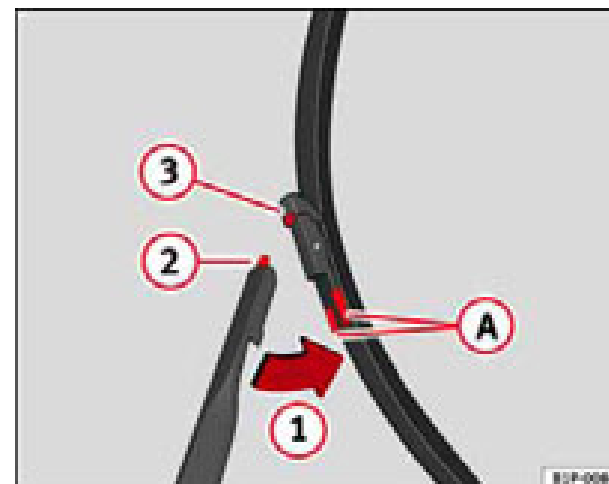

Fig. 141 Cambio de las escobillas del limpiaparabrisas
- Presione las teclas laterales **(A)** y libere la escobilla desplazándola en el sentido de la flecha **(1)** ⇒ fig. 141. ▶
- Introduzca la pestaña **2** en el alojamiento **3** de la escobilla. ⇒ página 215, fig. 141
- Desplace la escobilla hacia el brazo en el sentido contrario a la flecha **1**, hasta percibir un click. ⇒ página 215, fig. 141